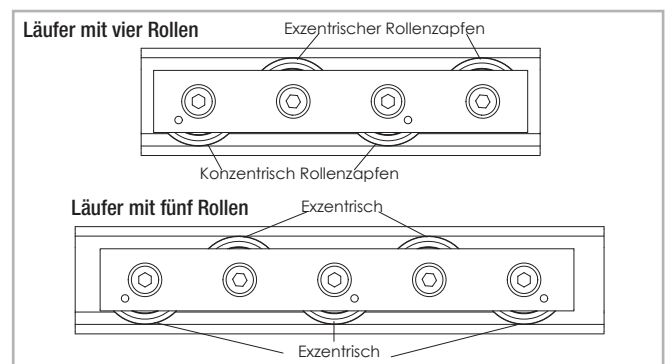

Abb. 100
- Bei der Verwendung von exzentrischen und konzentrischen Rollenzapfen entsteht ein Mittenversatz (siehe hierzu Tab. 43). Um den Mittenversatz zu vermeiden, können bei der Verwendung von mehr als drei Rollenzapfen auch nur exzentrische Rollenzapfen verwendet werden (siehe hierzu Abb. 100, Fünf Roller).